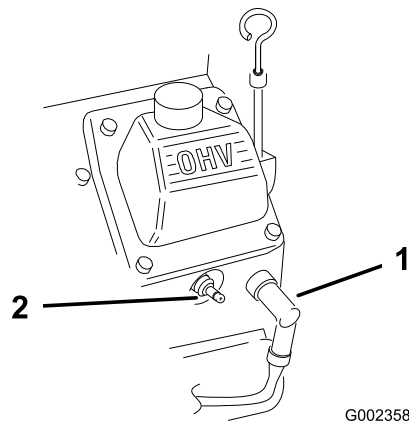

Bild 23
2. Klemmen Sie das Zündkabel von der Zündkerzen ab (Bild 23).